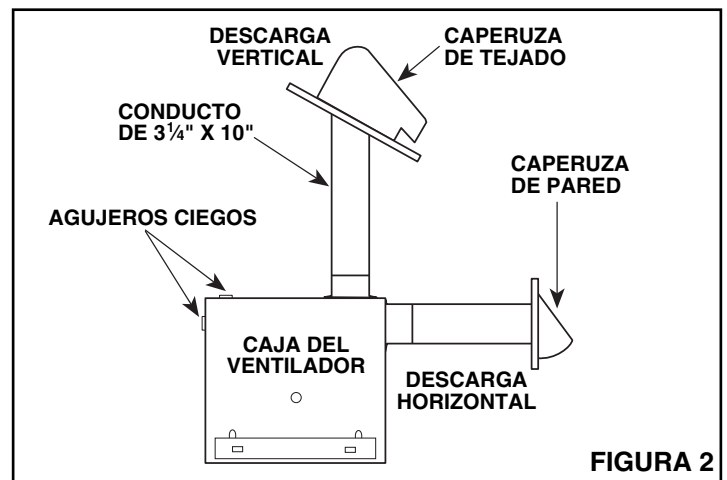
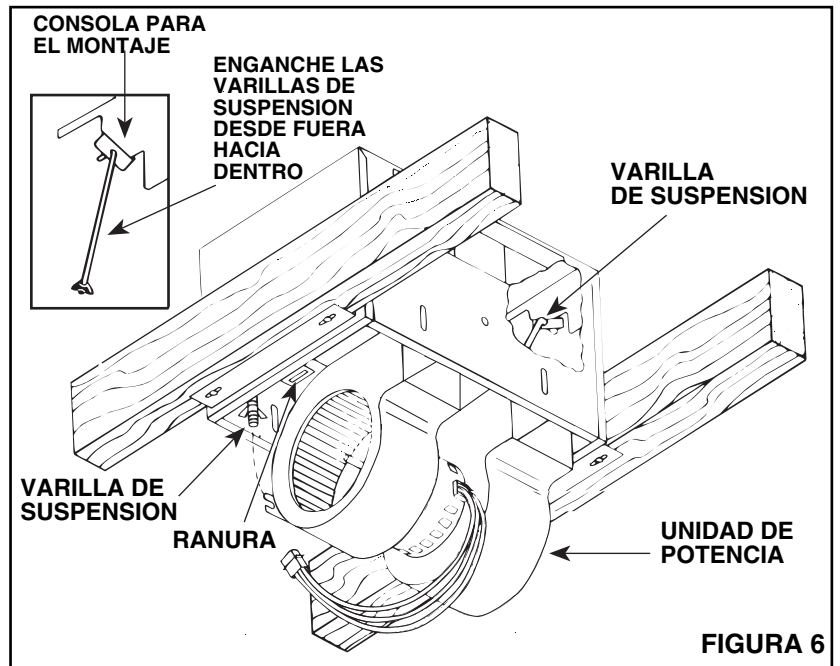

FIGURA 2
FIGURA 6
- Refiérase a la Figura 2.** En esta unidad el conducto se puede colocar para descarga vertical u horizontal. Determine el método de descarga que se utilizará.
3. **Refiérase a la Figura 2** y a las instrucciones para el montaje incluidas con las caperuzas. Instale el conducto estándar de 3¼" x 10" desde la sección del regulador de tiro hasta la pared exterior o a través del tejado y monte la caperuza de pared o tejado (opcional).
1. **Refiérase a la Figura 6.** La unidad de potencia se monta con dos varillas de suspensión en la consola de montaje. Inserte las varillas de suspensión a través de los agujeros de la consola de montaje.
**CABLEADO Y CONDUCTO** – Refiérase a la **Figura 6 para el cableado y a la Figura 2 para el conducto.**